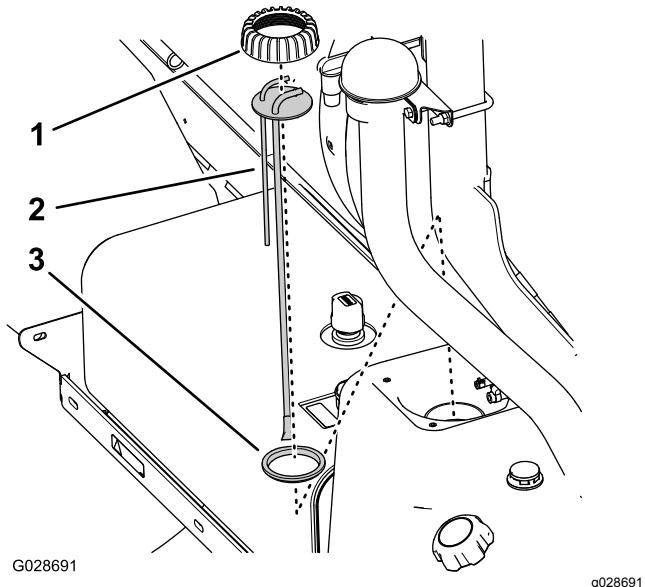

Figura 79
| 5. Ruotate il tappo del raccordo tubo/trasmettitore del carburante in senso antiorario, poi rimuovete il tappo (Figura 79).   |  |
- 6. Sollevate il gruppo del raccordo tubo/trasmettitore del carburante dal serbatoio del carburante (Figura 79).
- 1. Montate il tappo del tubo sopra il tubo stesso e quest'ultimo sulla guarnizione (Figura 79).
- 2. Allineate il tappo, il tubo e la guarnizione al serbatoio e, con attenzione, inserite il nuovo gruppo del tubo nel serbatoio del carburante (Figura 79).
- 3. Avvitate il tappo sul collo del serbatoio del carburante e serratelo manualmente (Figura 79).